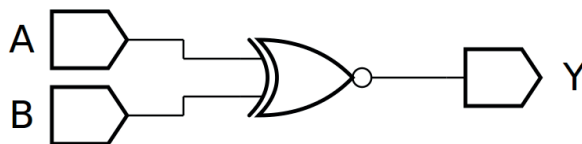
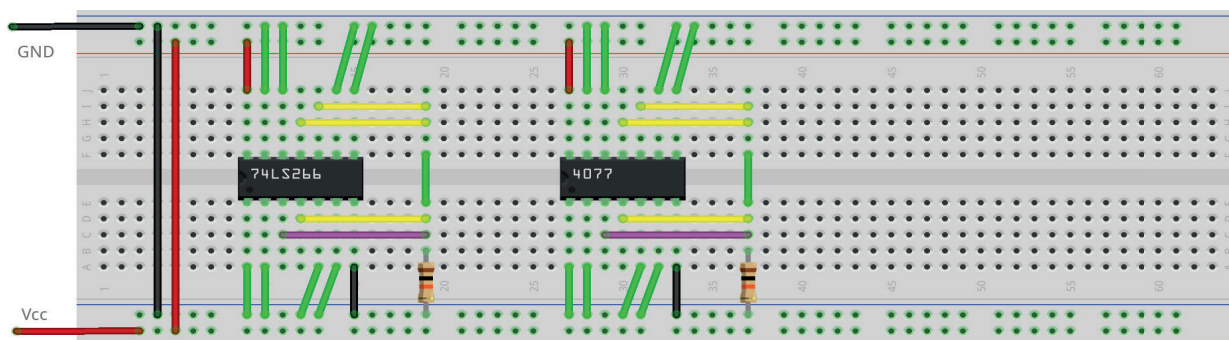

Figura 3.76 – Diagrama esquemático.
Figura 3.77 – Placa de montagem com componentes.
1. Monte o circuito da figura 3.76, conforme mostrado na figura 3.77, na placa de montagem.
- d) Conecte os fios verdes. Os fios verdes estão conectados ao terra e portanto fornecendo valor lógico (0) às entradas de todas as portas do CI.
26. Utilizando o software de simulação SmartSim, simule a porta NOU-Ex (XNOR) de acordo com a figura 3.76. Compare a simulação com a tabela 3.26.
1. Faça a montagem dos componentes conforme a figura 3.77.
4. Faça a simulação da porta E de 2 entradas pressionando os botões conectados aos pinos 2 (A) e ao pino 3 (B). A saída é dado pelo LED: aceso representa saída “1”, apagado representa a saída “0”. Compare com a tabela 3.1.
6. Faça a simulação da porta E de 3 entradas pressionando os botões conectados aos pinos 2 (A), ao pino 3 (B) e ao pino 4 (C). A saída é dado pelo LED: aceso representa saída “1”, apagado representa a saída “0”. Compare com a tabela 3.2.